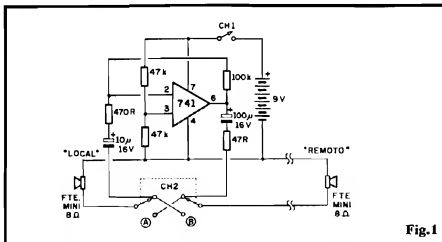

Fig. 1
- FIG. 1 - O CIRCUITO - No "centro" do circuito, um único, pequeno e "humilde" (embora versatílimo...) Integrado 741, amplificador operacional, faz "só tudo"...! Para poder trabalhar confortavelmente com fonte única (os circuitos típicos com Amplificadores Operacionais Integrados normalmente requerem fonte split ou duplas...), um referencial de "meia Tensão" da alimentação geral é oferecido pelo "totem" de dois resistores de 47K, cujo "nó" está ligado à Entrada Não Inversora (pino 3) do 741... Já o pino 2 - Entrada Inversora - recebe diretamente os sinais elétricos "traduzidos" por um pequeno alto-falante (que, no caso, funciona como microfone...), através do capacitor de isolamento (10u) em série com um resistor de 470R... O resistor de 100K, entre a Saída do Operacional (pino 6) e a citada Entrada Inversora, promove a realimentação e determina o elevado ganho geral do arranjo, que matematicamente corresponde à razão entre o dito valor de 100K e o valor do resistor de Entrada, 470R (um fator de amplificação superior a 200, confirmam...). Dessa forma, os tênues sinais elétricos enviados pelo alto-falante/microfone, são elevados em nível por um fator de mais de 200 vezes, e tornam-se presentes, na Saída (pino 6) em condição suficiente para excitação de outro pequeno alto-falante (este na função